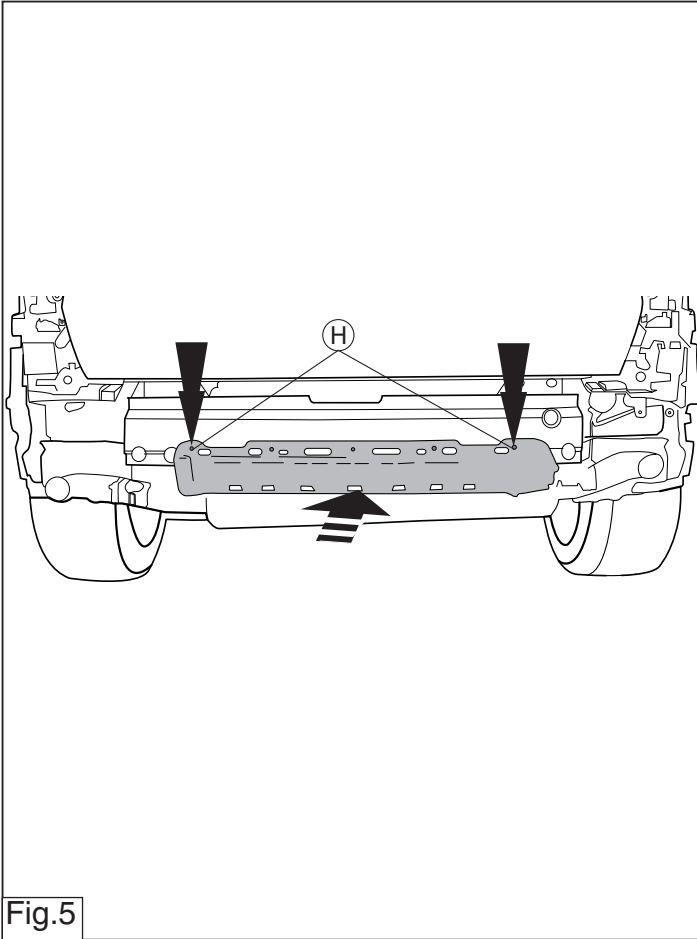

Fig.5
9. Установить пластмассовый корпус на поперечный брус буксирного крюка в точках H. См. рисунок 5.